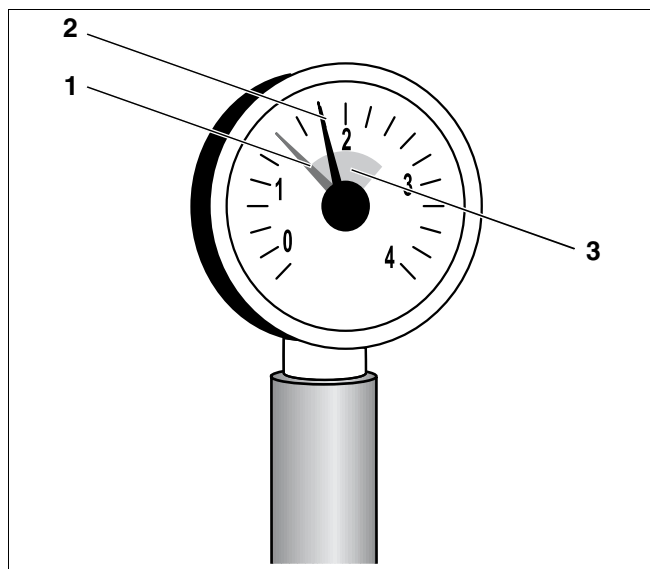

Fig. 65 Manometru pentru instalații de încălzire închise
- Indicatorul roșu (Fig. 65, **Poz. 1**) al manometrului instalației de încălzire trebuie să fie setat la o presiune minimă de cel puțin 1 bar.